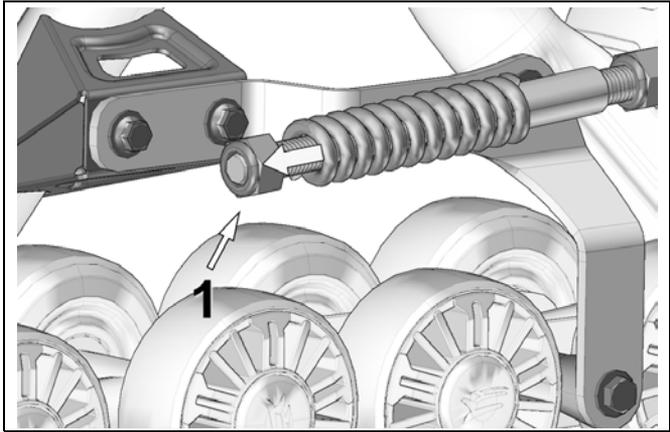

Figure 8
- Desserrer l'écrou (1) comprimant le ressort du bras stabilisateur. Voir la Figure 8.